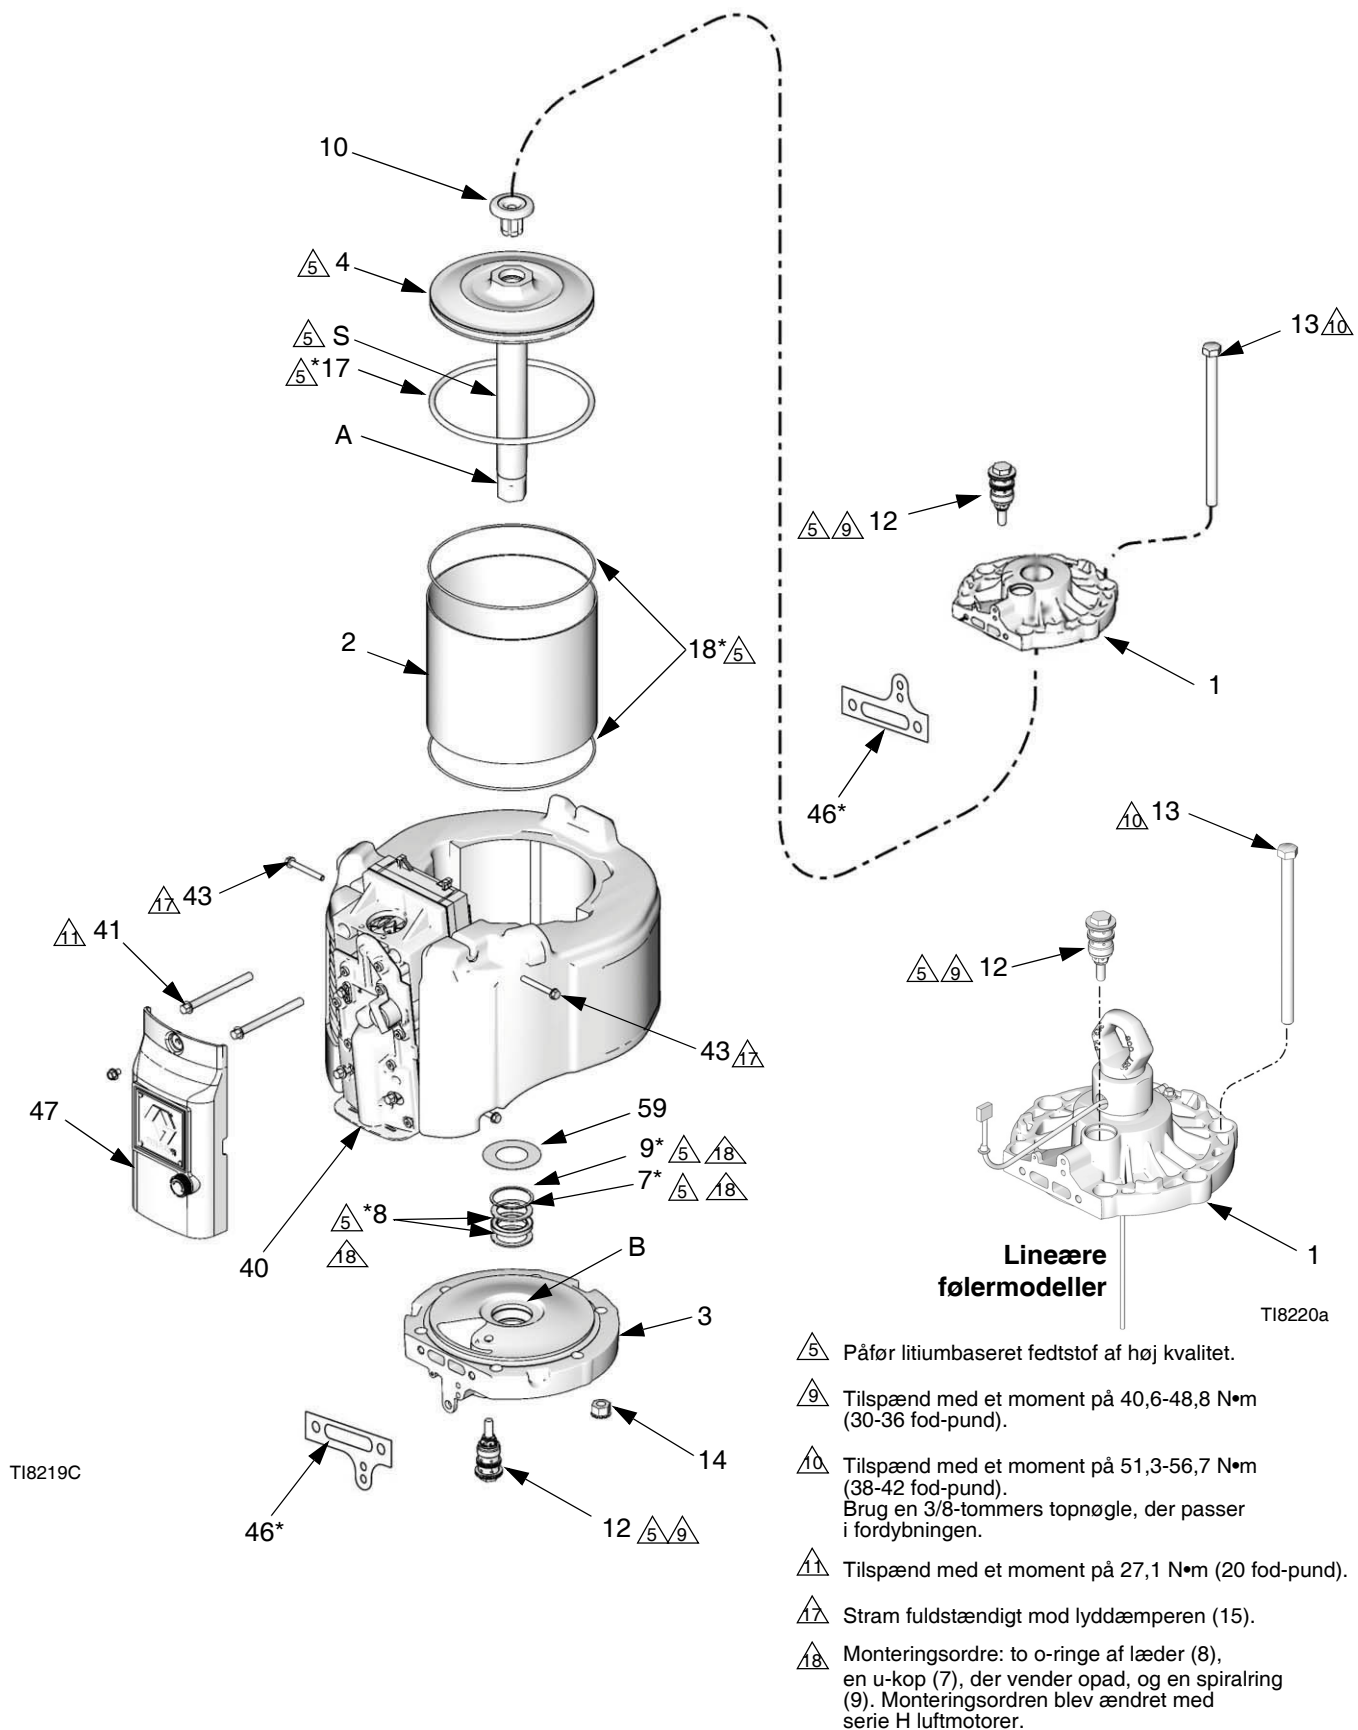

FIG. 12. Reparation af luftmotor
5. Fjern det yderste ventildæksel (47). Se FIG. 12.
6. Fjern de fire skruer (43) og lyddæmperen (15).
7. Fjern luftventilens to øverste skruer (41). Løsn, men undlad at fjerne de to nederste skruer (41). Vip luftventilen (40) således, at det er lettere at skille ad.
8. Fjern samleboltene (13). Ved hjælp af en gummihammer, slå undersiden af toplåget (1) for at skille den ad. Løft den øverste hætte af motoren.
9. Kobl luftmotoren fra underdelen (se din særskilte pumpevejledning). Lad stempelakselmellemsykket (A) være tilsluttet akslen (S).
10. Skub stempelenheden (4) ud af cylindertoppen (2).
11. Efterse O-ringen (17) på stemplet. Kontrollér stemplet (4) og stempelakslen (S) for ridser eller beskadigelse. Udskiftningsstemplet (4) omfatter stemplet, akslen (S), mellemstykket (A) og stødfangeren (10).
12. Fjern cylinderen (2). Kontrollér indersiden for ridser eller anden beskadigelse. Udskift denne, hvis den er beskadiget.
13. Fjern stødfangeren (59), holderingen (9), reservepakningerne (8), og v-pakningen (7) fra bunddækslet (3). Kontrollér disse dele for slid eller beskadigelse. Efterse lejet (B), der sidder på plads (lettere ridsning er acceptabel). Hvis kuglelejet er beskadiget, udskift da bunddækslet (3).
1. Se FIG. 12. Monter to opbakningspakninger (8\*) og derefter v-pakningen (7\*) med kanterne opad. Monter derefter holderingen (9\*) i bunddækslet (3). Smør pakningen. Monter stødfangeren (59).